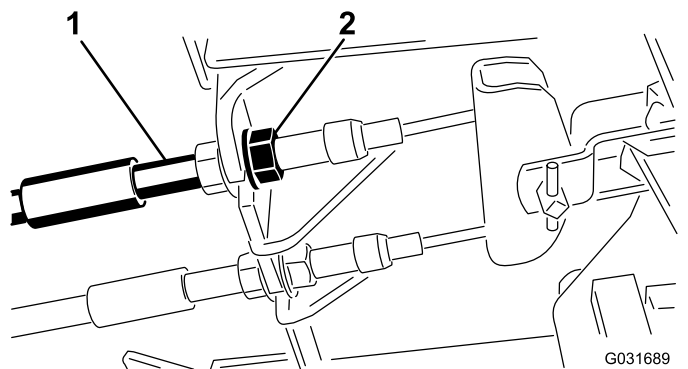

**Figura 87**
Ajuste los frenos si el pedal de freno tiene más de 2.5 cm (1") de holgura (Figura 87), o cuando se necesite más fuerza para frenar. La holgura es la distancia que recorre el pedal de freno antes de notarse una resistencia de frenado.
- 1/2") (Figura 87) antes de que las ruedas se bloqueen.